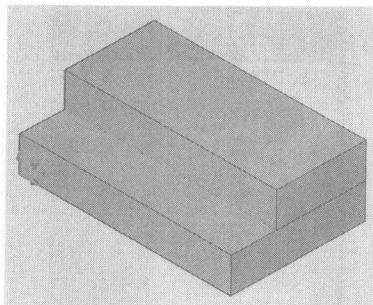

图 1-10 创建第二级台阶
**10** 接下来需要绘制第二级台阶。在“默认”选项卡中的“三维建模”面板中单击“长方体”按钮，命令行会出现“指定第一个角点或[中心(C)]”提示符，在命令行输入 $0,750,200$ ，按 Enter 键，命令行会出现“指定其他角点或[立方体(C)/长度(L)]”提示符，在命令行输入 $@1200,-500$ ，按 Enter 键，命令行会出现“指定高度或[两点(2P)]”提示符，在命令行输入 200，按 Enter 键，在视图中会出现如图 1-10 所示的长方体。